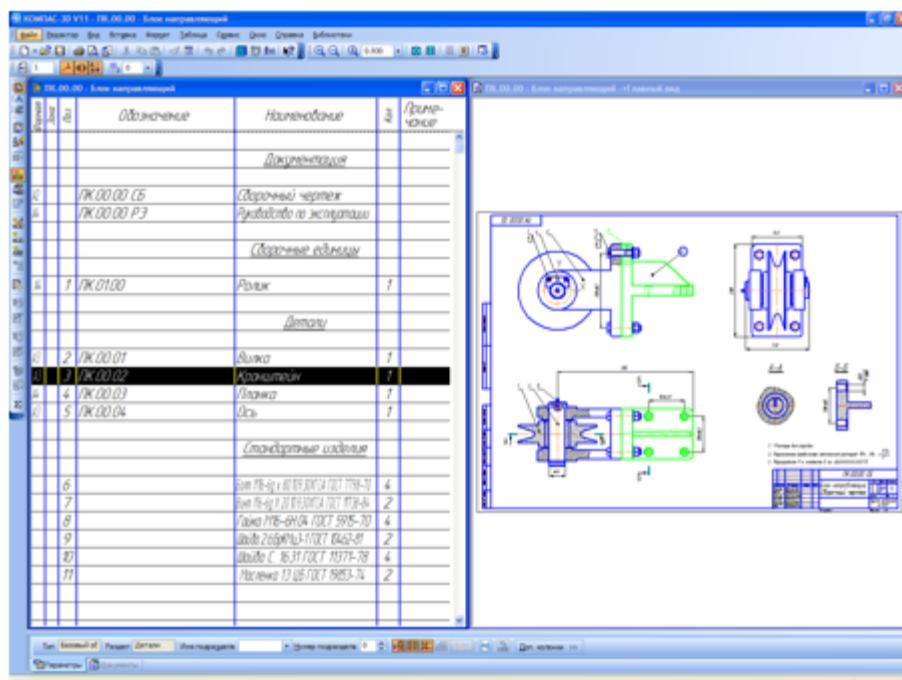

Рисунок 2.
- В окне спецификации укажите строку **ПК.00.02 - Кронштейн** — изображение детали будет подсвеченено на чертеже (рис. 2).